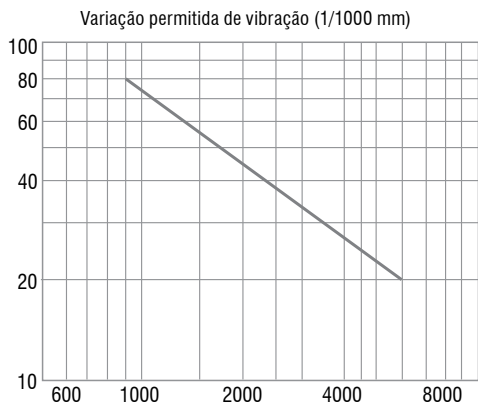

Fig. 6. Padrão de vibração
- (2) Para bombas com especificação padrão, a temperatura máxima tolerada pelo rolamento é de 40°C acima da temperatura ambiente, com um limite total máximo de 80°C.
- (3) Geralmente, o selo mecânico não apresenta vazamento. Porém, no início do funcionamento pode ocorrer um pequeno vazamento de água que é reduzido com o tempo. Se, durante o funcionamento normal, se assistir a um vazamento importante de água, deve-se parar a bomba e checka-la.
- (4) Em casos de vedação por gaxeta, assegure-se de que o vazamento de água é moderado (entre 30 a 100 gotas por minuto), prevenindo o aperto demasiado ou desigual da gaxeta. Se o vazamento não puder ser ajustado, pode haver deterioração ocorrendo nas partes de vedação. Assim, é necessário trocar gaxeta ou ambos gaxeta e eixo, e então ajustar o vazamento de água.
- (5) Valores padrões de vibração, para a bomba instalada corretamente e tubulação realizada corretamente, são mostrados na Fig. 6. Tubulações instaladas incorretamente podem, frequentemente, causar vibração excessiva.